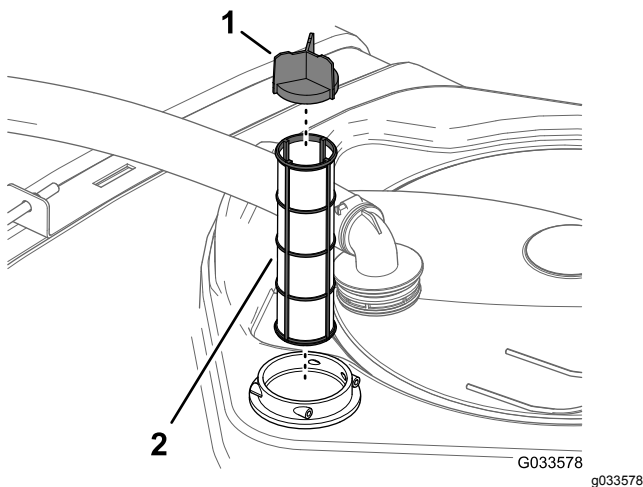

Figure 100
4. Sortez l'ancien filtre d'aspiration de son logement dans le réservoir (Figure 100).